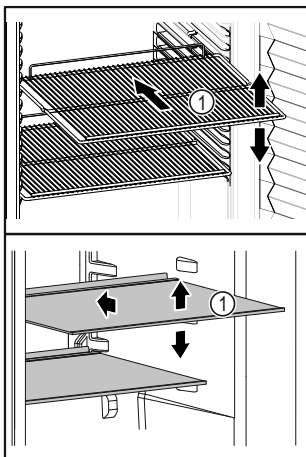

Fig. 5 Примерное изображение
- ❑ Если полки для хранения Fig. 5 (1) можно переставлять, отрегулируйте высоту их установки.